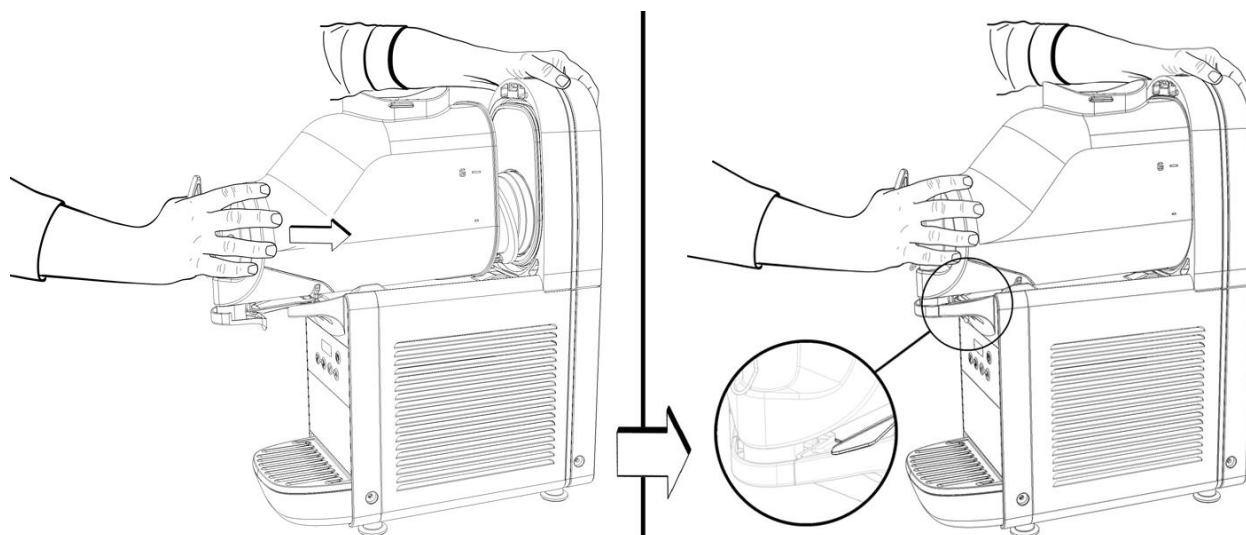

図 12
(6)ボウルを後方の壁に押し付けるようにして取り付けます。このとき、ボウルが確実にガスケットに密着していることを確認してください。ロックレバーが下がり、ドリフトレイの上部で止まります。(図 12 参照)